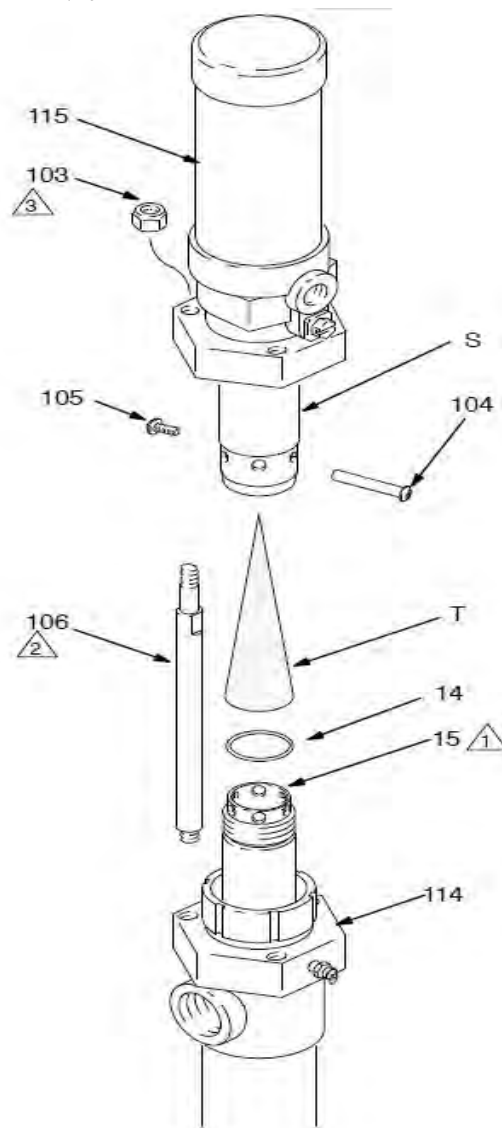

図 6
3. 図 6 を参照してください。タイロッドロックナット (103) をねじって外します。
4. ネジ (105) とバレル (104) のネジを緩めて、取り外します。
5. エアモーター (115) を置換ポンプ (114) から持ち上げて外します。置換ロッド (15) を接続ロッド (S) から取り外します。
1. エアモーターの再接続の際は、置換ロッド (15) のネジ山でリチウムベースのグリースを使用してください。O リング (14) がロッドの所定位置にあることを確認します。
2. マフラー (T) をエアモーター接続ロッド (S) に挿入してください。図 6 で示されている要領で行います。
3. 置換ロッド (15) をエアモーター接続ロッドに手でしっかりと締めて、バレルとネジのセット (104 と 105) を設置します。
4. ネジ山シーラントをタイロッド (106) のネジ山に塗布します。きちんと揃うように、まずタイロッドロックナット (106) をタイロッドに緩くネジ留めしてから、15 N・m (8 ft-lb) のトルクで均一に締めます。